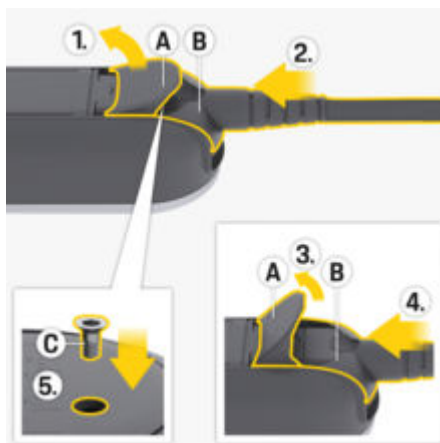

Fig. 14: Fixation du câble de raccordement au secteur et blocage du connecteur
1. Ouvrez le volet **A** (Fig. 14) d'environ 15 degrés (jusqu'à ce que le connecteur **B** (Fig. 14) passe dans l'unité de commande).
2. Insérez le connecteur **B** (Fig. 14) dans l'unité de commande, jusqu'au premier point de résistance.
3. Ouvrez entièrement le volet **A** (Fig. 14).
4. Insérez entièrement le connecteur **B** (Fig. 14).
5. Fermez entièrement le volet **A** (Fig. 14) et serrez-le à l'aide de la vis **C** (Fig. 14).